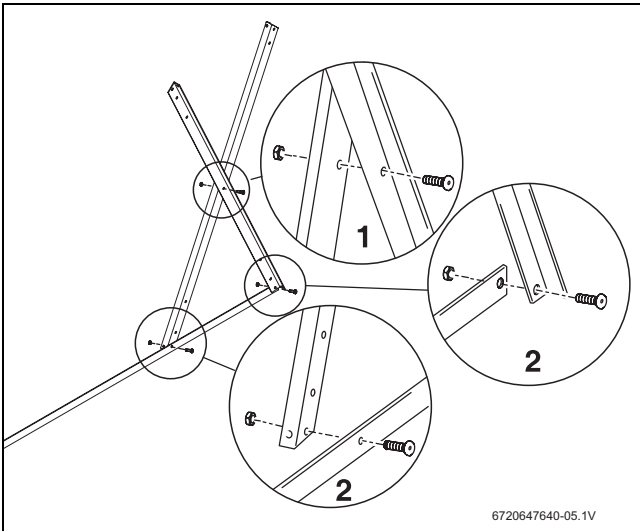

Fig. 18 Atornillar perfiles de soporte
- ▶ Atornillar dos perfiles de soporte del acumulador por el centro en forma de cruz (→ Fig. 18, [1]) y montarlos sobre el perfil de soporte inferior [2], de manera que la superficie que descansa en el suelo quede hacia adentro.